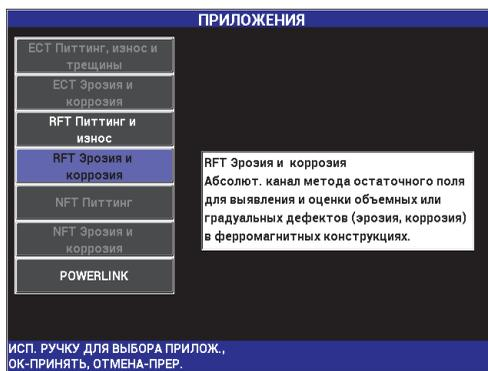

Рис. 5-212 Приложение RFT Эрозия и коррозия
2. Выберите **ПРОДОЛЖ.** (нажмите клавишу A), затем с помощью ручки регулятора выберите **RFT Эрозия и коррозия** и нажмите ✓ для принятия (см. Рис. 5-212 на стр. 293).